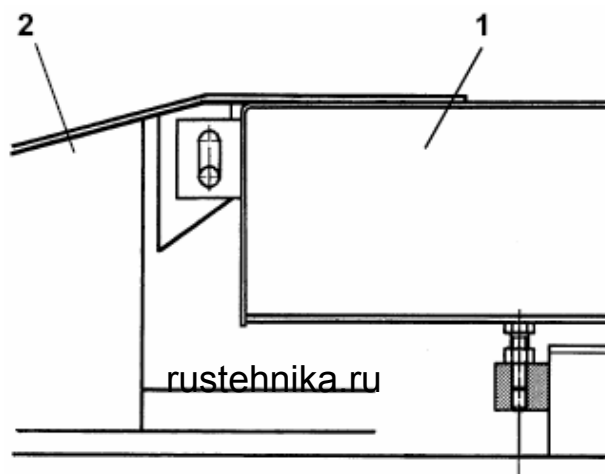

Рис. 34
К рис. 34. Действуйте, как описано в параграфе 4.13, проверяя выравненность платформ (1) относительно въездных рамп (2).